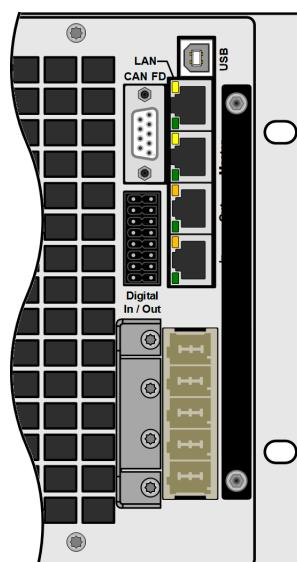

Bild 12 - Montageposition des Haltewinkels
2. Den Haltewinkel anbringen und mit den temporär entfernten, sowie zusätzlich zwei mitgelieferten Schrauben (M3x8) und den Spannscheiben befestigen. Siehe *Bild 12*.